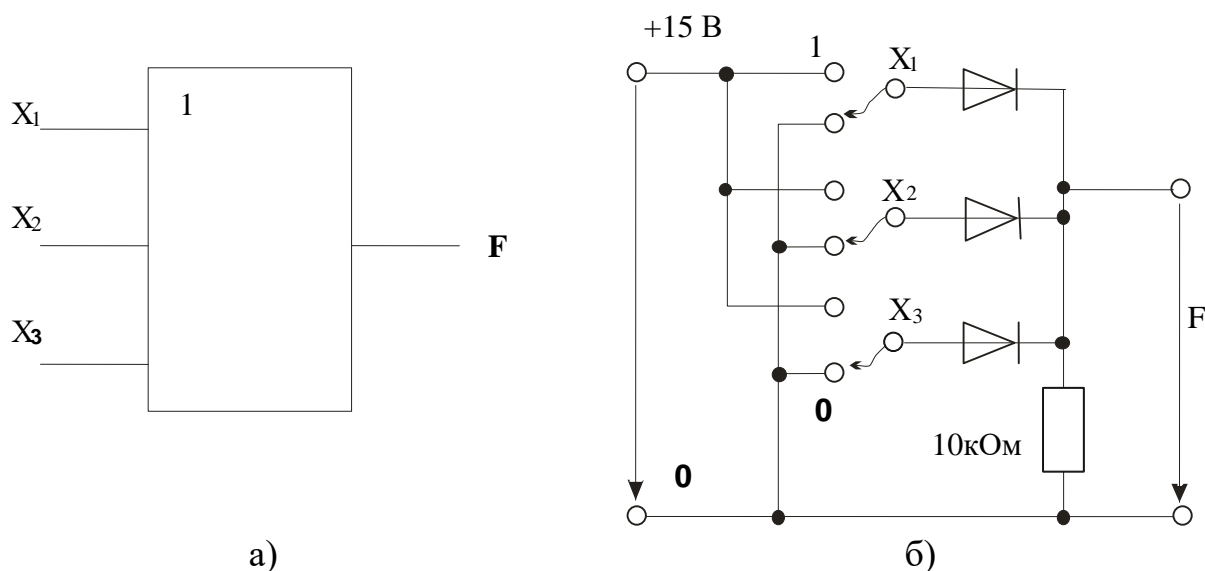

Рисунок 2 – Логический элемент OR с тремя входами
2.1. Соберите цепь согласно схеме (рис. 2, б). Подайте последовательно $0V \equiv \text{сигнал } 0 \equiv \text{уровень низкого потенциала}$, $+15V \equiv \text{сигнал } 1 \equiv \text{уровень высокого потенциала}$, к входам x_1 , x_2 и x_3 , как указано в таблице 2. Занесите соответствующие значения выходного сигнала (0/1) в таблицу.